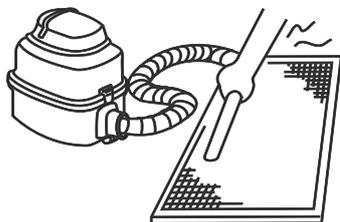

Abb. 6-2
- a. Die Innenluft sollte nach oben wandern, wenn Sie einen Staubsauger verwenden (siehe Abb. 6-2). 6-2).